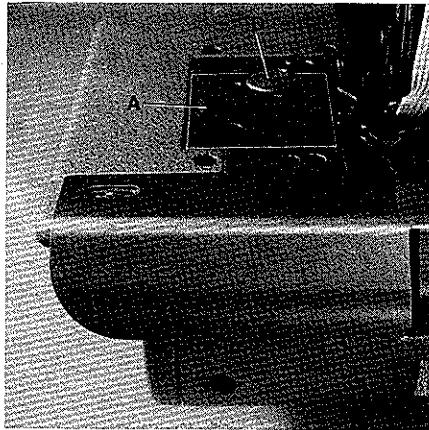
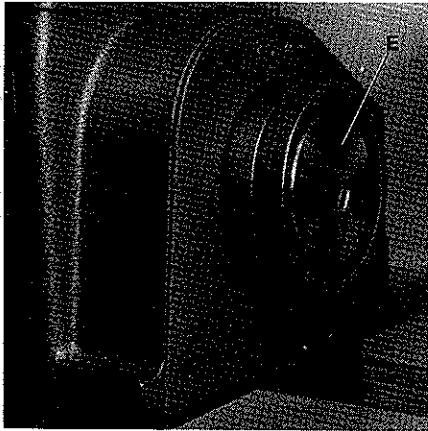
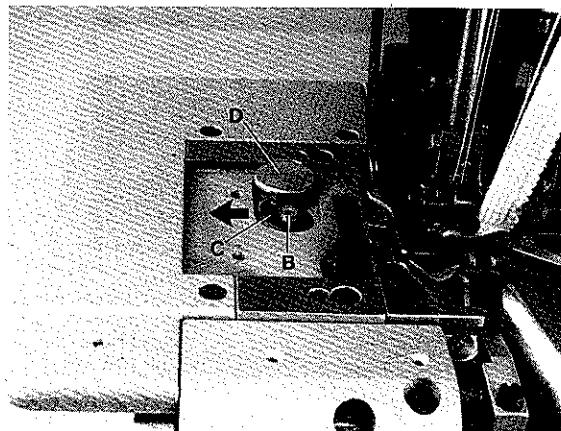

Fig.33
Fig.35
Fig.34
Before the machine leaves the factory, the stitch length change mechanism is locked. After removing cover (A, Fig.33) and loosening screw (B, Fig.34) lever (C) can be swung in the direction of the arrow to the left to unlock the stitch length change mechanism. The required hexagon socket wrench is a component of the machine accessories.
The stitch length is changed by slightly pressing push button (D, Figs.33 and 34) and simultaneously rotating pulley (E, Fig.35). Within one revolution of the pulley push button (D, Fig.33) engages and the stitch length change starts. Rotating pulley clockwise shortens the stitch, rotating it counterclockwise increases the stitch. After setting the desired stitch length, the mechanism can be locked again. Remount cover.
Vor dem Versand der Maschine wird die Stichlängenverstellung blockiert. Entfernt man den Deckel (A, Fig.33) und löst die Schraube (B, Fig.34), kann der Hebel (C, Fig.34) im Pfeilrichtung nach links geschwenkt werden und die Arretierung der Stichlängenverstellung ist aufgehoben. Der benötigte Sechskantschraubendreher ist im Zubehör der Maschine enthalten.
Die Stichlänge wird durch leichtes Drücken auf den Knopf (D, Fig.33 und 34) und gleichzeitiges Drehen des Handrades (E, Fig.35) eingestellt. Nach spätestens einer Umdrehung des Handrades rastet der Knopf (D, Fig.33) ein und die Stichverstellung beginnt. Drehen des Handrades im Uhrzeigersinn verkleinert den Stich, drehen im Gegenuhrzeigersinn vergrößert ihn.